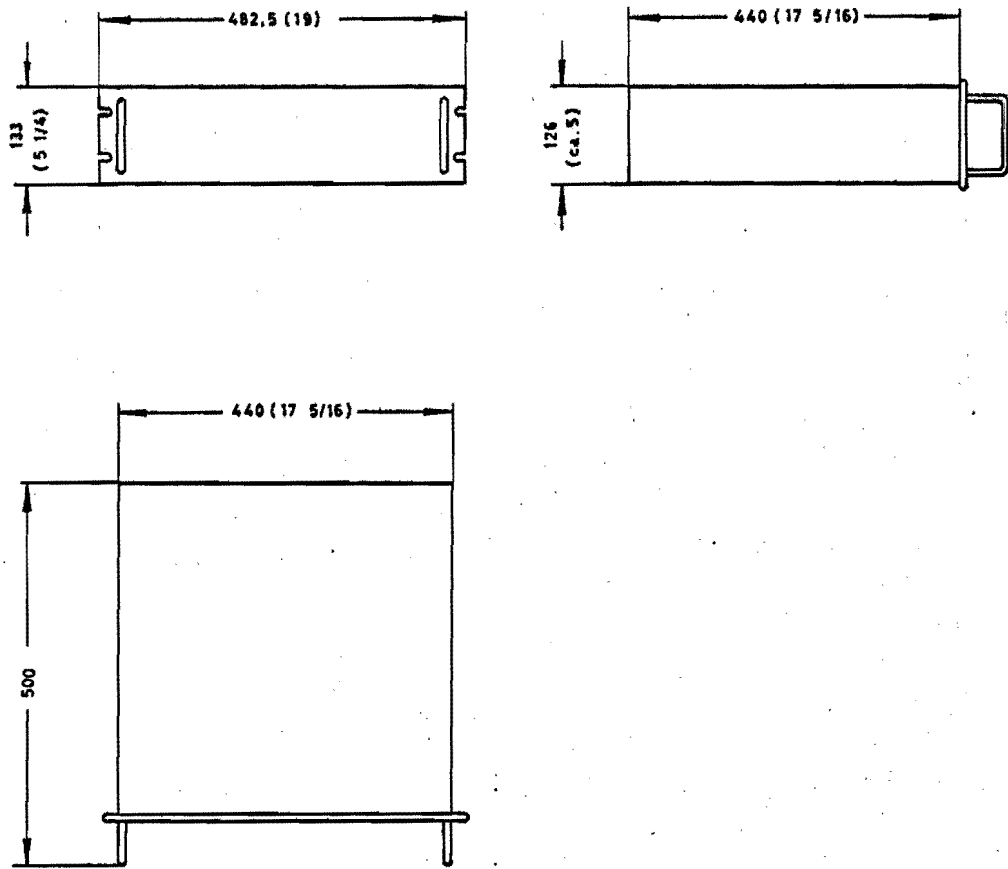

Abb. 2 Abmessungen in mm (Zoll) je Einschub
- 1.8. Abmessungen siehe Abb.2